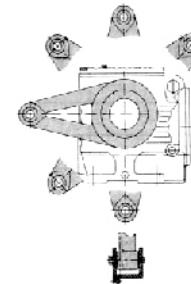

图21
- 4.5.3 ESAT 系列圆柱蜗杆减速机、NMRV 蜗轮减速机防转臂安装如图 21 所示。